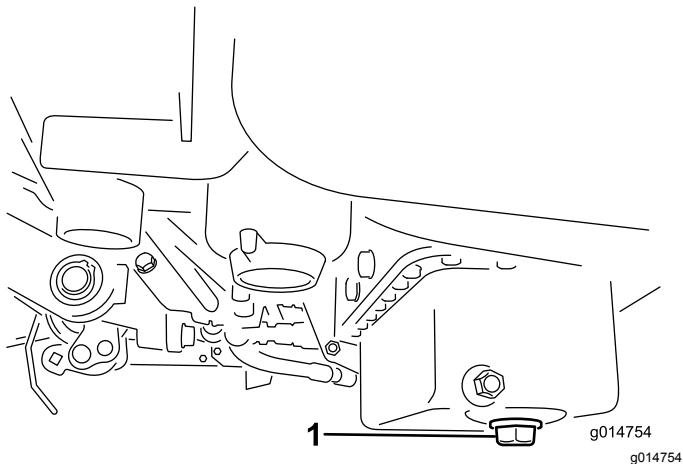

図 26
1. ドレンプラグを外してオイルを容器に受ける。オイルが抜けたらドレンプラグを取り付ける図 26。